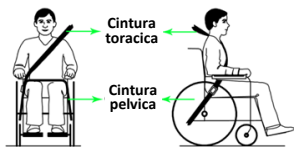

fig. 37
8. Usare sia la cintura pelvica sia la cintura toracica per assicurare l'utente e ridurre al minimo gli spostamenti dell'utente durante l'impatto e con essi le possibilità di impatto con parti del veicolo e il conseguente grave rischio di lesioni all'utente e agli altri occupanti del veicolo. (fig. 37 a pag.23).